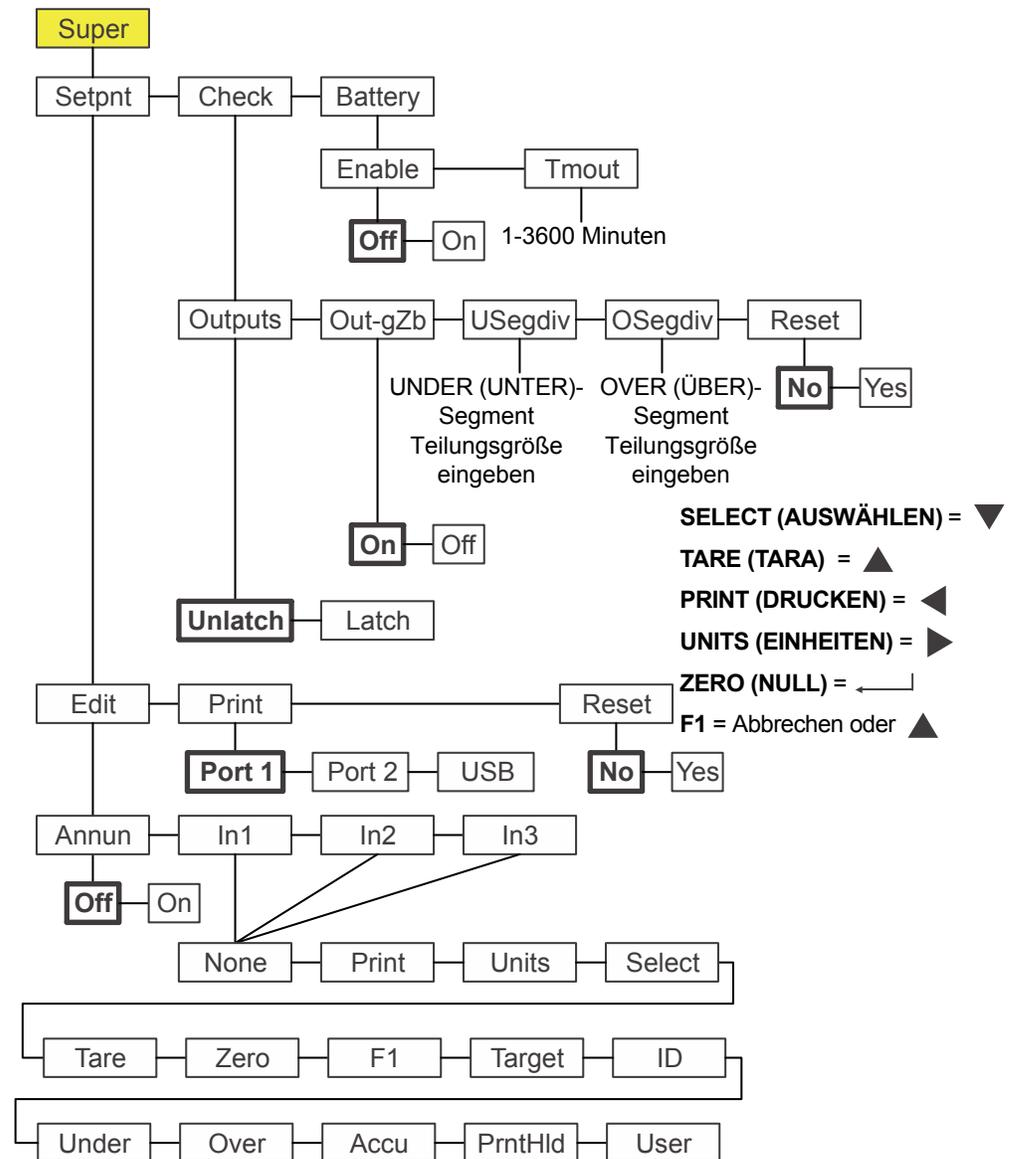

Abbildung 7.1 Das Menü „Supervisor“ für Sim375
Lesen Sie diesen Abschnitt, wenn die Anwendung Sim375 aktiviert ist. Die Abbildung 7.1 zeigt das Menü „Supervisor“ für Sim375.
**in1 (Eingang 1)** wird angezeigt. Diese Option verwenden, um Eingang 1 eine Funktion zuzuweisen, sobald ein externer Schalter ausgelöst wird. Die Standardeinstellung ist **nonE (Keine)**. Die Auswahlmöglichkeiten sind in Abbildung 7.1 dargestellt. Nicht alle gelten für diese Anwendung.